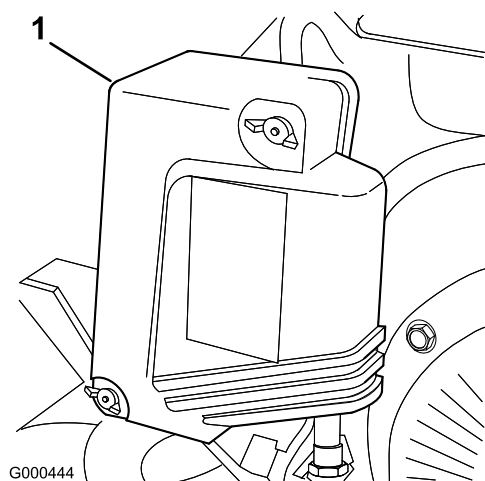

図 21
2. エア・クリーナ・カバーの蝶ナットを取り、カバーを外す (図 21)。